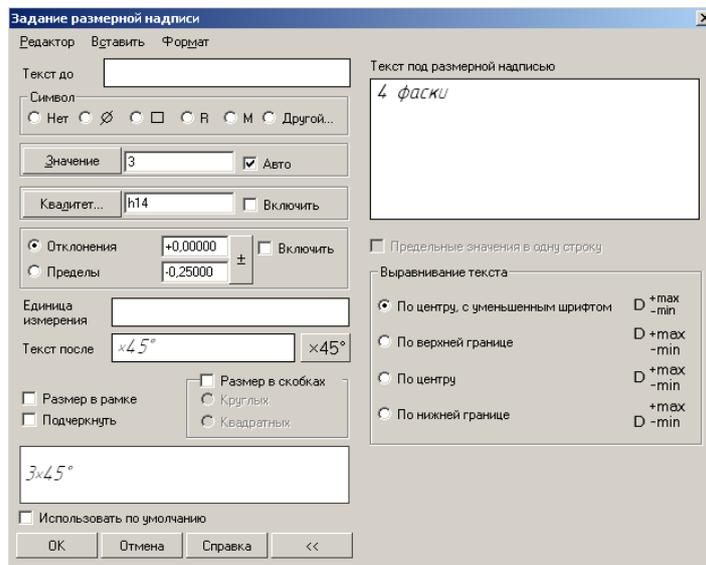

Рис. 21.14. Создание текстовой надписи под размерной линией.
9.5. Нажмите кнопку **Больше** – **>>** для вывода второй части окна (рис. 21.14).